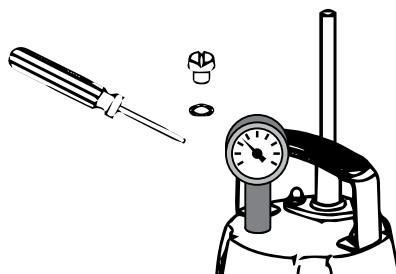

Рис. 7
4. *Проверка герметичности.* Данную проверку следует проводить совместно с заменой масла, после его слива из маслянной камеры. Выкрутите винт-пробку на крышке электродвигателя (рис. 7). В освободившееся отверстие установите манометр или компрессометр. С помощью компрессора или насоса для опрессовки подайте на 30 секунд давление 0,2 МПа в отверстие для слива/залива масла. Контролируйте процесс по показаниям на измерительном приборе.